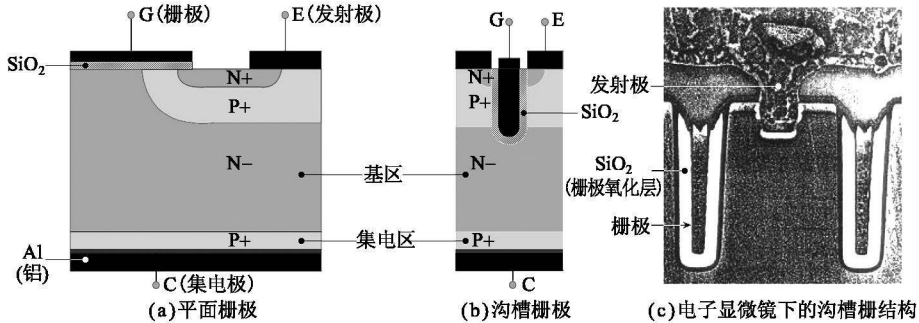

图 1.18 平面栅与沟槽栅的结构示意图(NPT 型)
所谓 NPT(Non-Punch Through,非穿通),是指电场没有穿透 N-漂移区,其结构如图 1.18 所示。NPT 的基本技术原理是取消 N+缓冲区(图 1.12 中的④),直接在集电区(图 1.12 中的⑤)注入空间电荷形成高阻区,电子与空穴的主要汇合点换成了 P+集电区。这项技术又被称为离子注入法、离子掺杂工艺。
所谓沟槽栅极(Trench gate,简称沟槽栅、槽栅),是相对于早期 IGBT 呈平面状分布的栅极结构而言的,目的是减少饱和压降(比平面栅减少约 30%)、增加电流密度,大致的技术思路是在硅片上面刻蚀大量浅而密的沟槽,把栅极氧化层( $\text{SiO}_2$ )和栅电极(Al)做在沟槽侧壁上。平面栅与沟槽栅的结构示意图如图 1.18 所示。